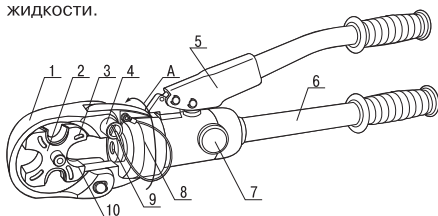

Рисунок 1
3.3 Извлеките ось 4 (смотри рисунок 1) из головки 8 пресса.